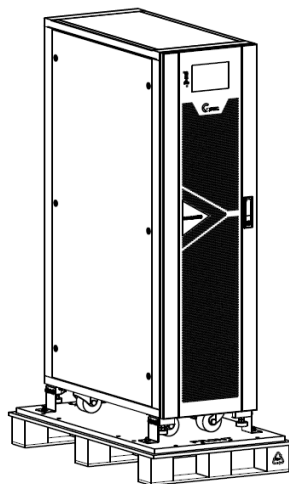

Abbildung 2-4 Entfernen Sie den Schutzschaum
4. Entfernen Sie den Schutzschaum um den Schrank herum, wie in Abbildung 2-4 gezeigt.